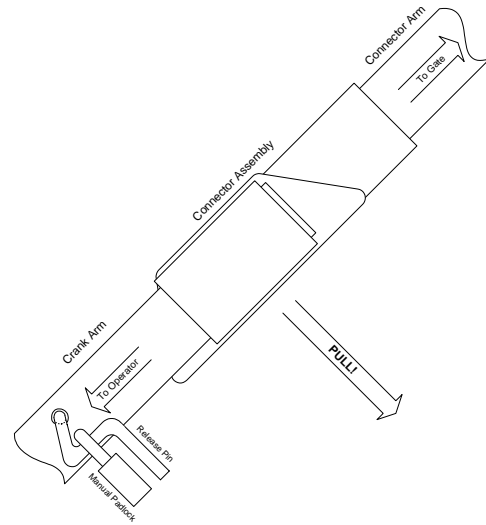
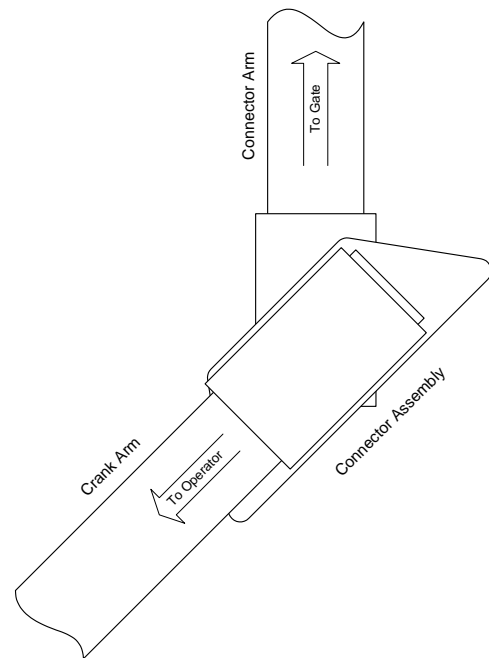

Figura 39
Figura 40
1. Jalar el brazo de portón (Figura 39) que se une al eje del operador lejos del portón para "romper" el empalme de nudillo levemente (Figura 40).
- este seguro que primario (CA) y la energía de reserva (C.C.) se quite o cierre antes de colocar al operador de portón en la operación manual.
- abre y quite el padlock en el brazo de la manivela del operador (Figura 39) y después tira del perno del lanzamiento